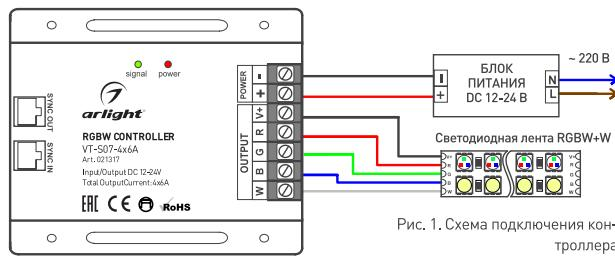

Рис. 1. Схема подключения контроллера
- 3.4. Соедините оборудование согласно приведенной схеме (Рис. 1).